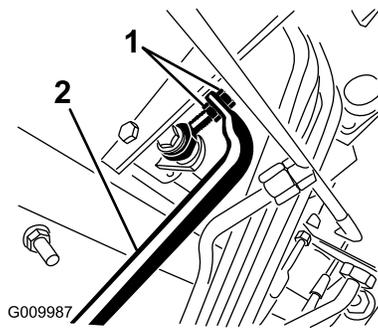

Figura 46
- Ajuste las contratueras del extremo de la varilla de la bomba con objeto de desplazar el tubo de control de la bomba hacia adelante para eliminar el movimiento de la máquina hacia adelante, o hacia atrás para eliminar el movimiento hacia atrás (Figura 46).